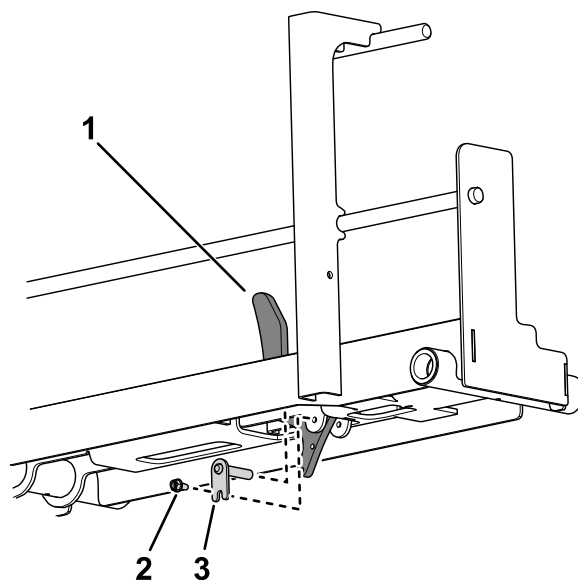

**Figura 11**
3. Utilizzate un dado (1/4") per montare un paraurti al gruppo rampa (Figura 11).